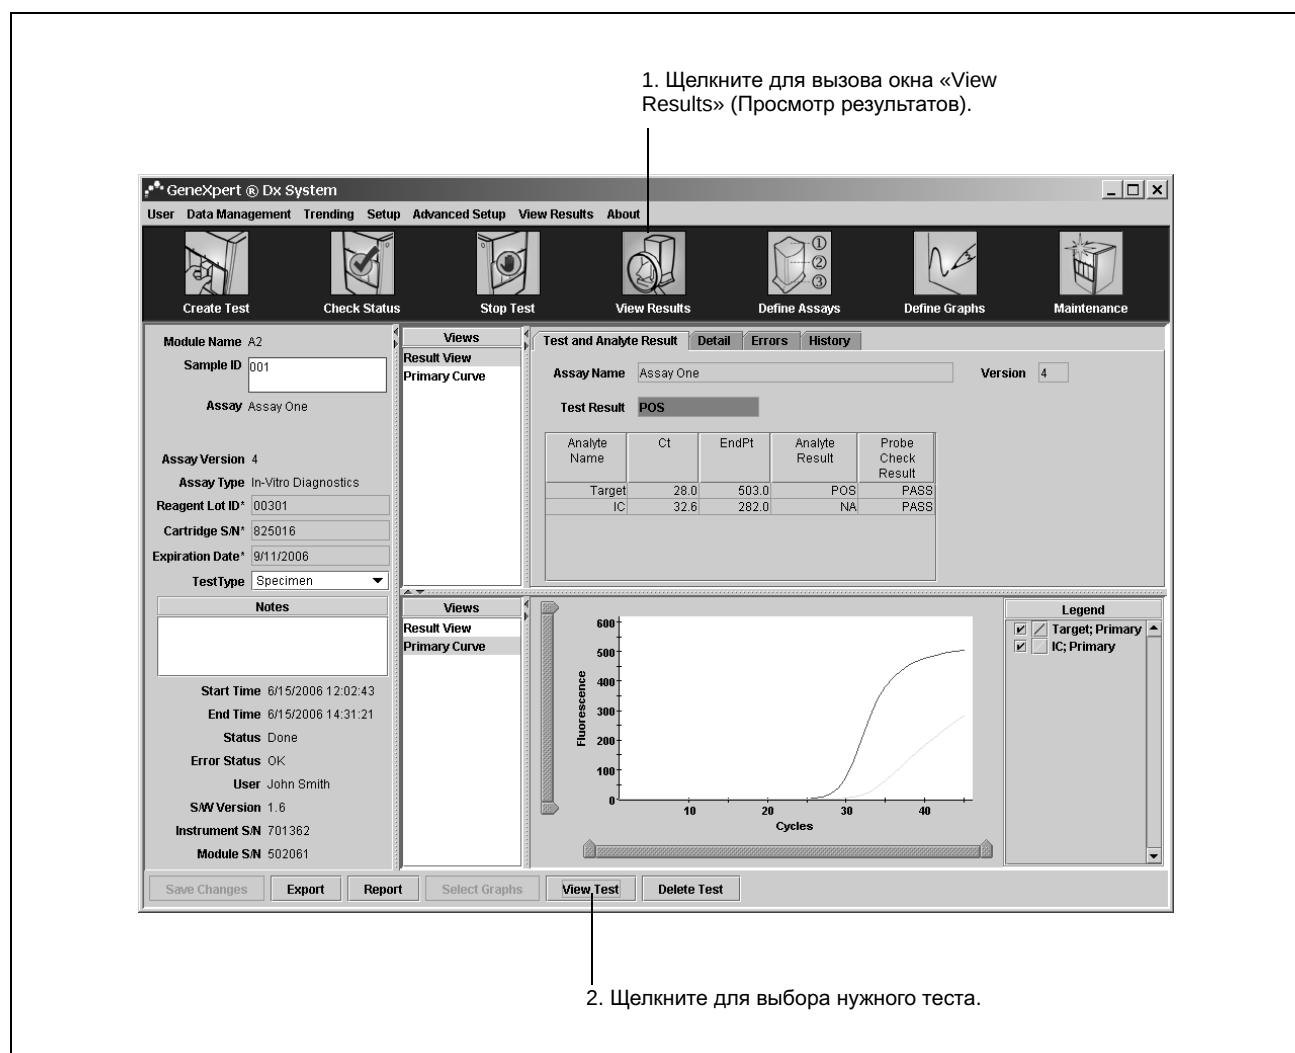

Рис. 5-12. Система GeneXpert Dx — окно «View Results» (Просмотр результатов).
1. В окне системы GeneXpert Dx на панели инструментов щелкните «View Results» (Просмотр результатов). Появится окно «**View Results**» (Просмотр результатов) (Рис. 5-12).
Примечание. В окне «View Results» (Просмотр результатов) для разных типов пользователей отображаются различные функции. В Раздел 5.10.2 описано окно «View Results» (Просмотр результатов) для базовых пользователей. В Раздел 5.10.3 описано окно «View Results» (Просмотр результатов) для расширенных пользователей и администратора. На Рис. 5-12 показано окно «View Results» (Просмотр результатов) для расширенных пользователей и администратора.